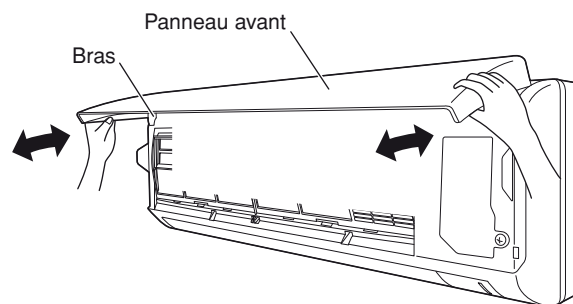

Fig. 16-1
- (1) Ouvrir le panneau avant jusqu'à ce qu'il soit presque horizontal, saisir les sections proches sur les deux côtés des bras du panneau avant, puis tirer vers soi pour déposer le panneau avant. (Fig. 16-1)